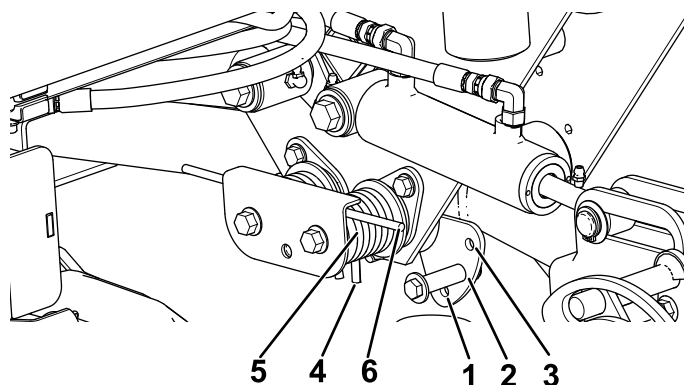

Figura 45
Per modificare la configurazione della pressione verso il basso, la piastra di raccolta deve essere rimossa per poter spostare le due molle da un lato, in modo che l'estremità più corta della molla passi sul bordo superiore del gruppo di raccolta (**Figura 45**).
2. Infilate un tubo o un oggetto simile sull'estremità della molla lunga al fine di allentare la tensione della molla durante la messa a punto (**Figura 45**).
3. Mentre allentate la tensione della molla, togliete il bullone e il dado di bloccaggio che fissano l'attuatore della molla alla staffa (**Figura 45**).